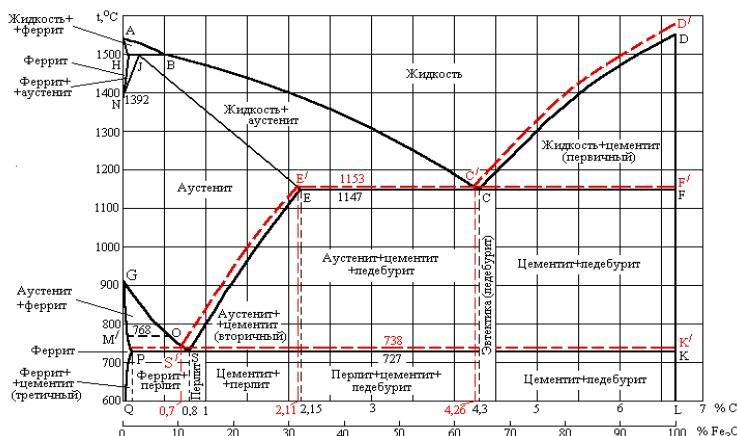

Рис. 12
1. Точка $A_0(210^{\circ}\text{C})$ на диаграмме Fe - Fe_3C (рис.12) характеризует...
2. Точка $A_1 (727^{\circ}\text{C})$ на диаграмме Fe - Fe_3C (рис.12) характеризует...
3. Точка $A_2 (768^{\circ}\text{C})$ на диаграмме Fe- Fe_3C (рис.12) характеризует...
4. Точка $A_3 (910^{\circ}\text{C})$ на диаграмме Fe- Fe_3C (рис.12) характеризует...
5. Точка A_4 (1392°C) на диаграмме Fe-Fe₃C (рис.12) характеризует...
6. Состав фазы характеризуется точкой S на диаграмме Fe-Fe₃C (рис.12) и соответствует...
7. Состав фазы характеризуется точкой J на диаграмме Fe-Fe₃C (рис.12) и соответствует...